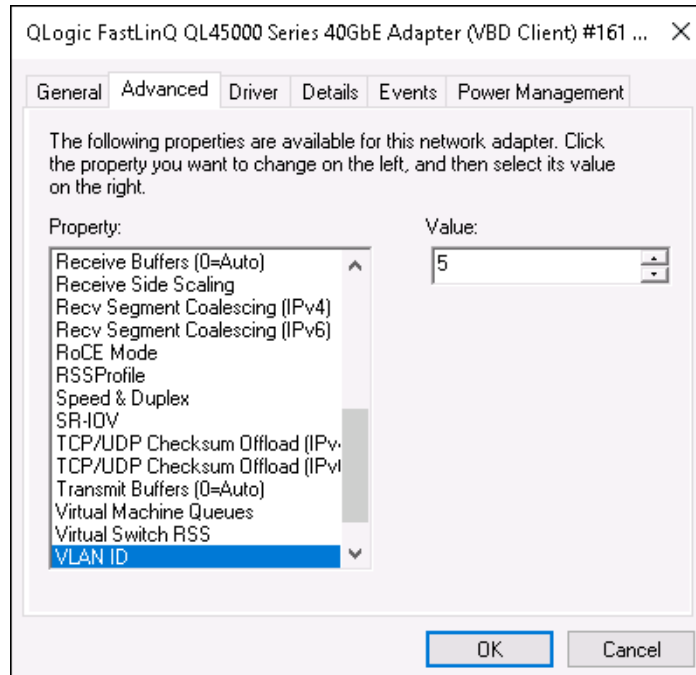

Figure 9-12. Propriétés avancées : Configuration d'ID VLAN
- b. Sur la page Propriétés avancées de l'adaptateur (Figure 9-12), sous **Property** (Propriété), sélectionnez **ID VLAN**, puis définissez la valeur.